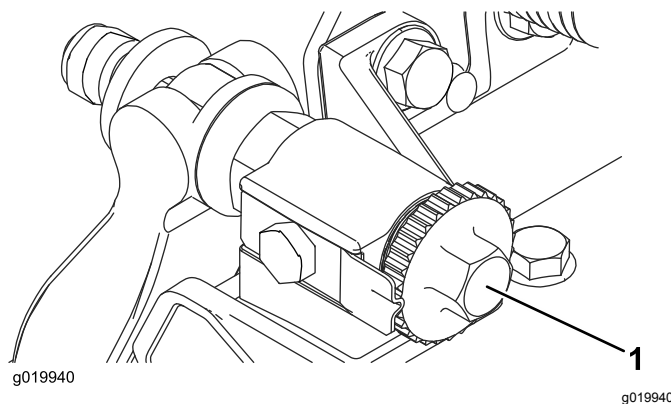

Figura 18
2. Gire los tornillos de ajuste de la barra de asiento en sentido antihorario para asegurarse de que la barra no está en contacto con el molinete (Figura 18).